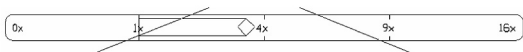

图 6.73 【视点距离】滑动条
(3) 在**输入选项 [相机(CA)/目标(TA)/距离(D)/点(PO)/平移(PA)/缩放(Z)/扭曲(TW)/剪裁(CL)/隐藏(H)/关(O)/放弃(U)]**:提示下,输入“D”以选择【距离】选项,表示将改变视点和目标对象的距离,此时绘图区域上方出现一个表示视点距离的滑动条,如图 6.73 所示。